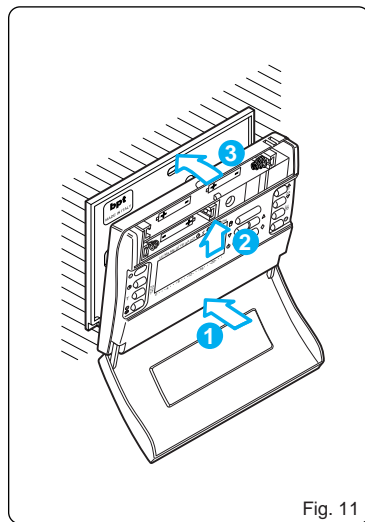
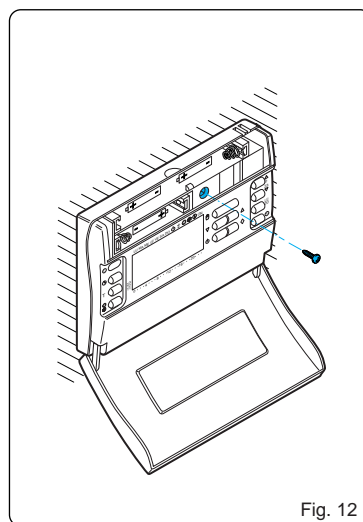

Fig. 11
Fig. 12
- Fissare il mobile al supporto innestandolo prima dalla parte inferiore (fig. 11) e bloccarlo quindi con la vite in dotazione (fig. 12).